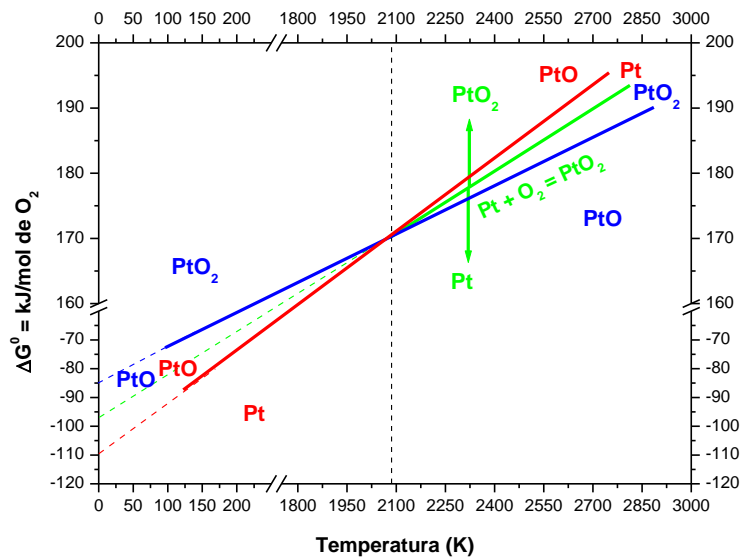

Figura 9. Construção do diagrama de Ellingham para os óxidos de platina.
A reta representando esse equilíbrio é mostrada na Figura 9 (reta verde), observe que o valor do coeficiente linear dessa reta está entre o valor do coeficiente linear das outras duas retas. Observe também que na temperatura de 2083K a reta (III) cruza as retas (I) e (II), isso pode ser calculado de uma das seguintes formas:
- 1) Igualando a equação da reta (I) com a equação da reta (III)